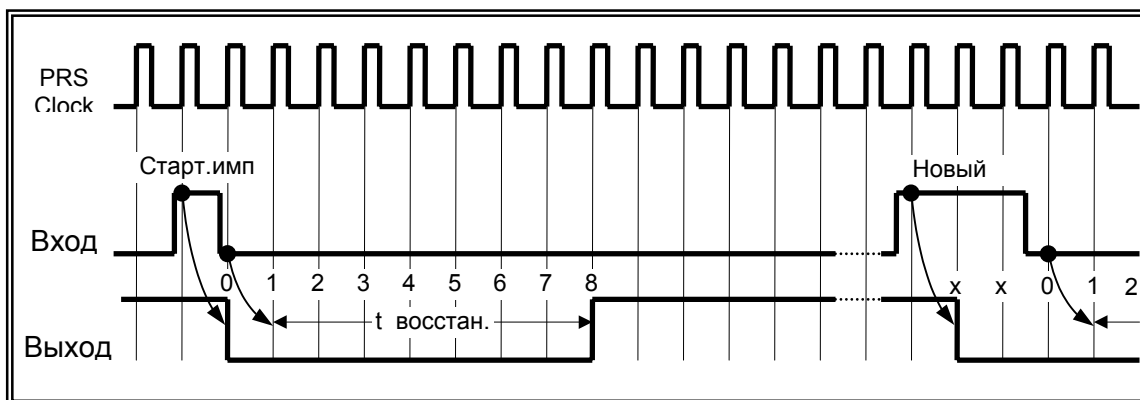

Рис. 4 Диаграмма работы PRS в качестве одновибратора (Seed Register=00000000)
1. Все выходные перепады задерживаются на 1 такт (особенность работы схемы сравнения, см. рис. 4, 5, 6 и 7).